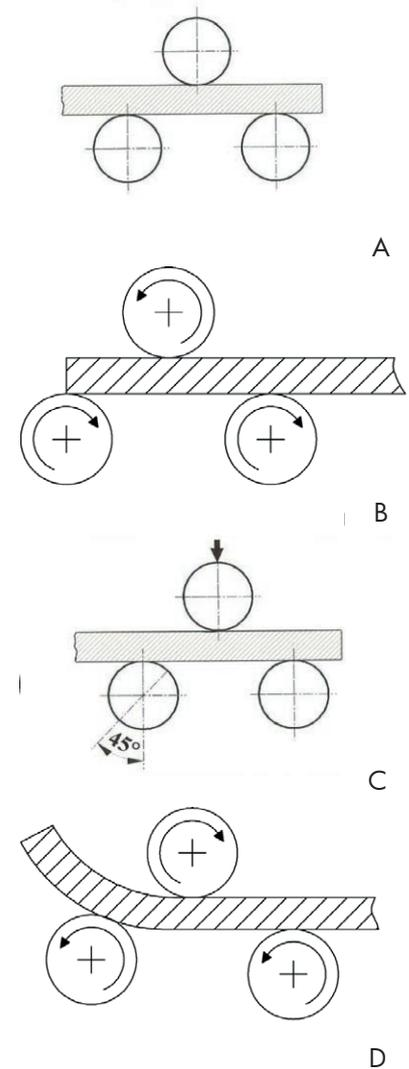

Fig. 18 Cintrer un profil
5. Déplacez le galet supérieur vers le haut, en laissant la plus grande distance possible entre le galet supérieur et les galets inférieurs, afin de pouvoir insérer la pièce à usiner entre eux (Fig. 18, A).
6. Abaissez le galet supérieur le plus possible, jusqu'à ce que le profil à cintrer touche le galet supérieur et les galets inférieurs. C'est la «position neutre». Le profil doit être parallèle aux galets inférieurs (Fig. 18, A).
7. Déplacez le profil vers la gauche ou vers la droite. Il doit être coincé par l'une de ses extrémités entre le galet supérieur et les galets inférieurs (Fig. 18, B).
8. Abaissez le galet supérieur, afin d'exercer une pression plus forte sur le profil et amorcer le cintrage (Fig. 18, C).
Les profils longs doivent être étayés par des convoyeurs à rouleaux (Fig. 18).